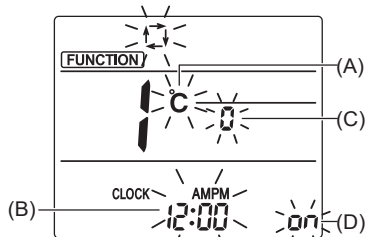

Fig. 6-12
3. Vérifiez que la fonction n° «1» est affichée puis appuyez sur la touche **SET** (3). L'écran de réglage de l'affichage s'affiche. (Fig. 6-12)